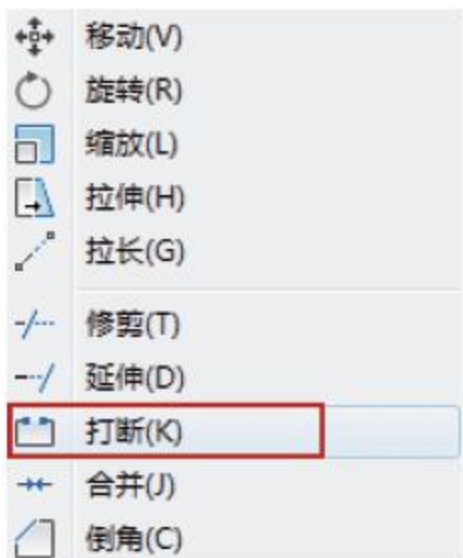

图4-101 选择命令
- 菜单栏：选择菜单【修改】|【打断】命令，如图4-101所示。